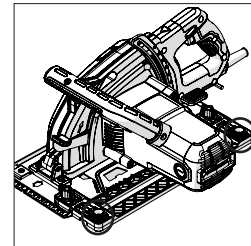

Fig. 17
El adaptador de guía solo se debe instalar y retirar cuando la cabeza esté en la posición superior del bloqueo de profundidad. Tiene dos (2) levas que se proyectan en el canal de la placa base (una a cada lado). Los «botones de giro» permiten a los operadores rotar estas levas. (Fig. 17)